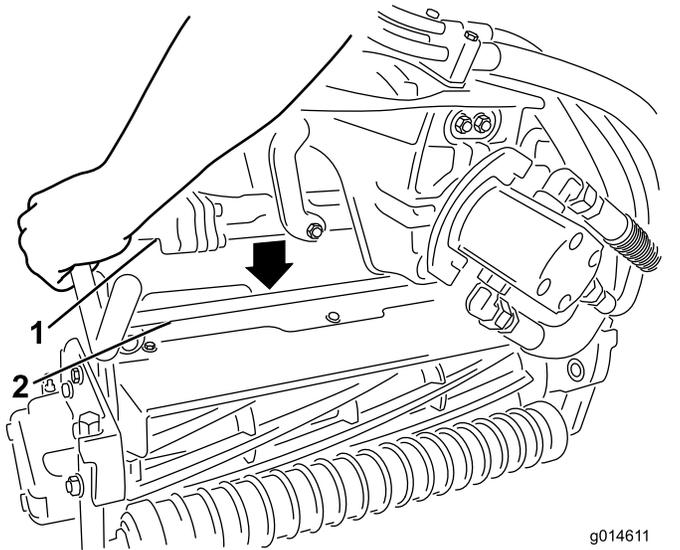

Bild 48
- Schmieren Sie die Keilwelle des Schneideinheitmotors mit sauberem Fett ein (Bild 48).
- Setzen Sie den Motor in die linke Seite der Schneideinheit (aus Sicht der Bedienerstellung) und ziehen die Motorbefestigungsstange an der Schneideinheit zum Motor, bis Sie einen deutlichen Klick von beiden Seiten des Motors hören (Bild 48).